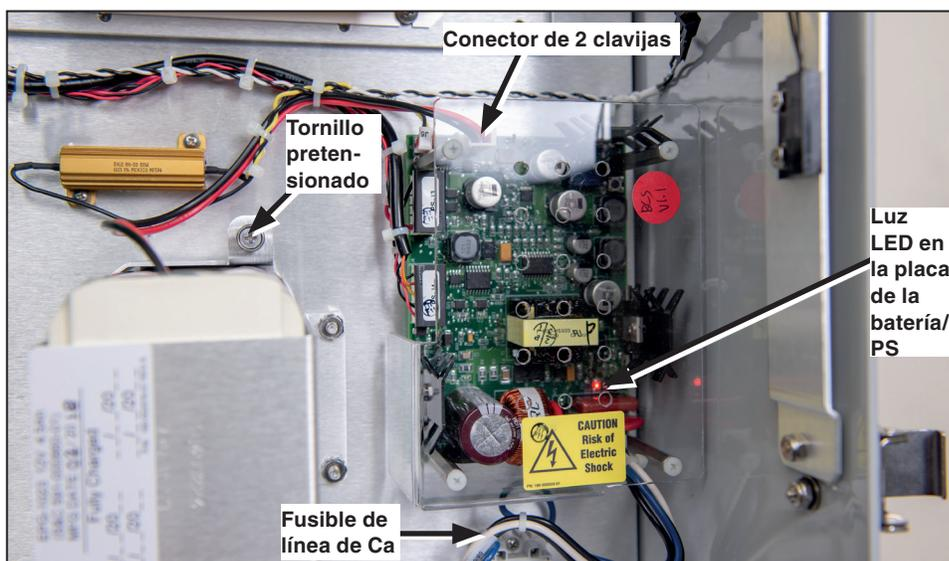
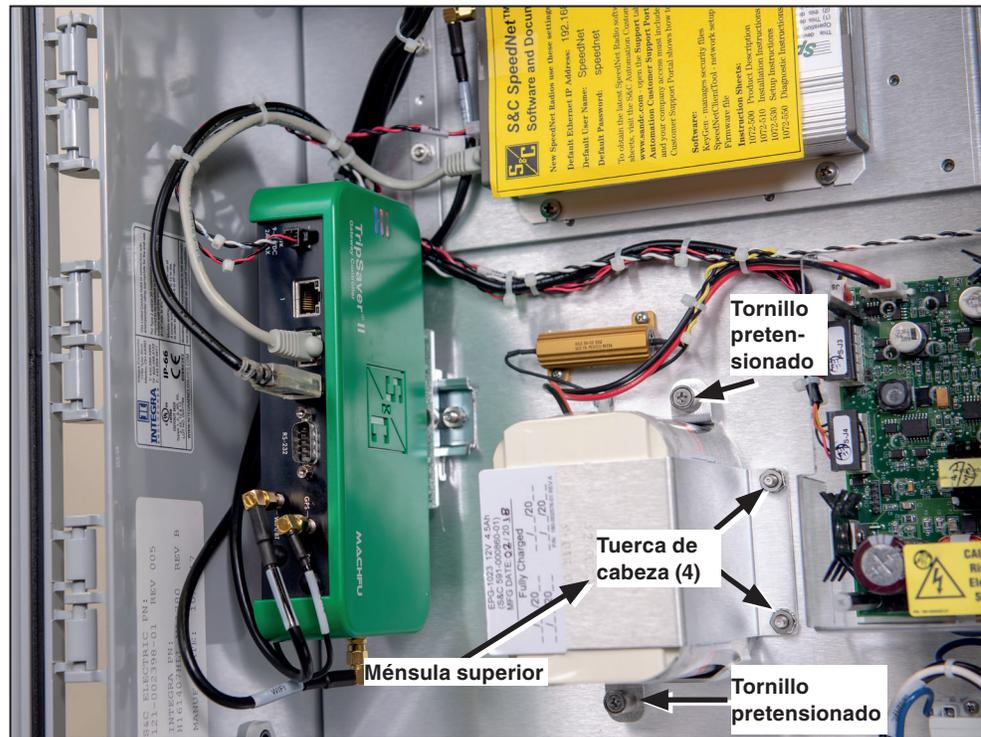

Figura 5. Desconexión del fusible de la línea de Ca e instalación de la batería.
Figura 6. Instalación de la batería.
Una batería de respaldo para soportar la pérdida de la energía de control y la función de la operación en grupo, si se especifica, es suministrada, instalada de fábrica en el gateway de comunicaciones. Para los clientes que no escogieron inicialmente no contar con una batería de respaldo, un kit del sistema de batería de respaldo (903-002460-01) puede ser adaptado al gateway de comunicaciones. Vea la Figura 5 y la Figura 6 en la página 14.
PASO 1. Desconecte el cable de energía de ca conectado en el fondo del gateway (Vea la Figura 2 en la página 9) y después desconecte el fusible de la línea de ca ubicado en el rincón derecho de la parte baja de la caja del gateway. Vea la Figura 5 en la página 13.
PASO 2. Remueva la batería instalada ubicada en la sección media del fondo del gabinete. Vea la Figura 6.
- (a) Desconecte las conexiones eléctrica roja y negra de la batería del conector blanco de 2 clavijas en la placa de la batería/PS. Vea la Figura 5 en la página 13.